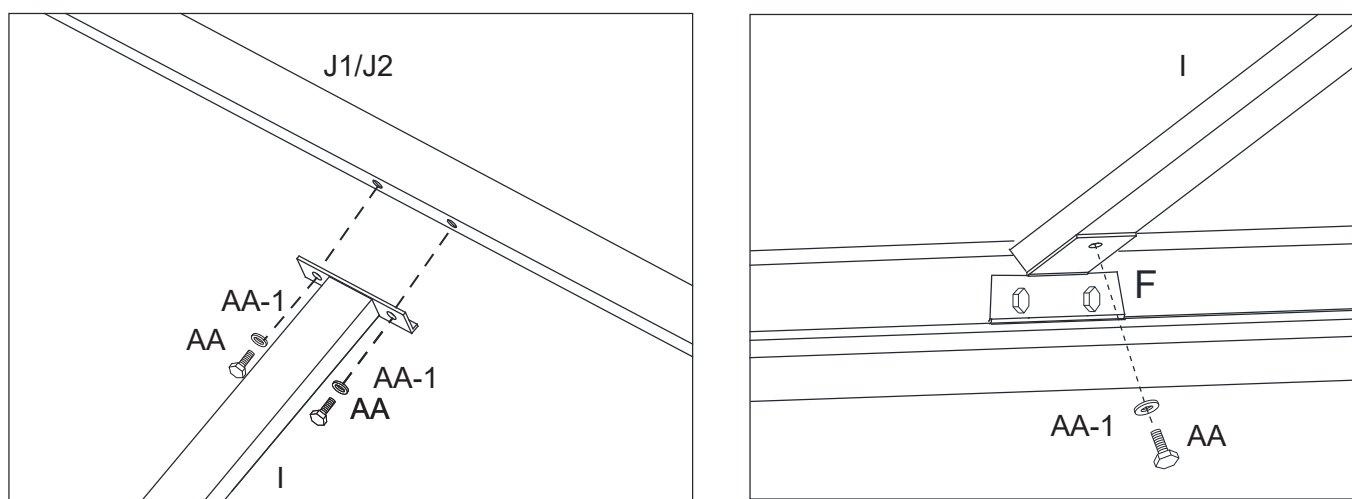

Figure 9-1
9.1. Figure Fixez les supports centraux verticaux du toit principal (I) au cadre central du toit principal (J1/J2) et aux supports de traverses (F) à l'aide de boulons (AA) et de rondelles d'acier (AA-1). Ne serrez qu'à l'aide d'un crochet. Voir la figure 9.1.